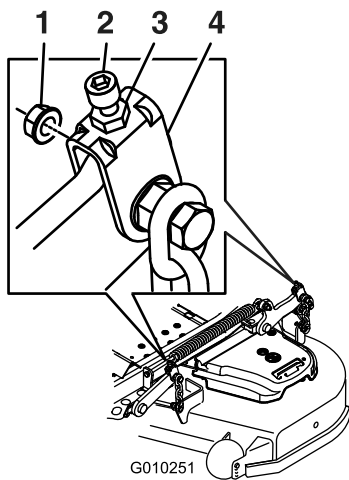

Figure 92
11. Pour les tabliers de coupe montrés à la Figure 92, ajustez précisément le serrage de l'écrou de réglage sur l'ensemble de relevage du tablier avant (Figure 92).
17. Ajustez précisément la vis de réglage en la tournant jusqu'à obtention d'une hauteur de 8,3 mm (3-1/4 po) (Figure 92).